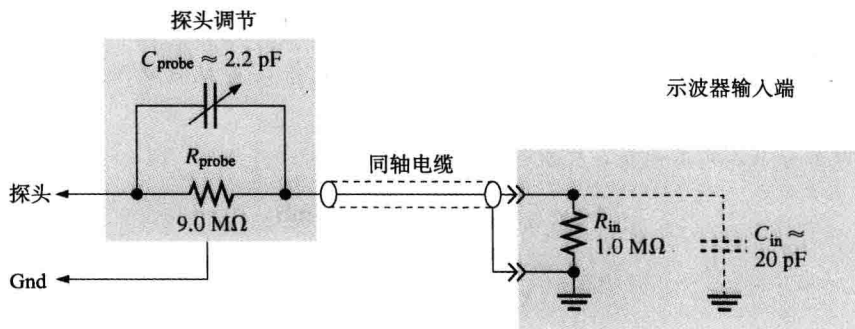

图 10-35 无源示波器探头
由于输入放大器、电缆和杂散电容的影响, 典型的示波器输入端具有约 20pF 的内部电容。在图 10-35 所示的电路中集中归入 C_{in} , 虚线用于提醒这不是物理连接的电容但具有电容的属性。示波器的输入放大器还存在大约 1.0M Ω 的内电阻, 记为 R_{in} , 完整的电路通常有一个探头本身的串联电阻 R_{probe} 和小的可调电容 C_{probe} , 用于调节优化探头/示波器响应。
3. 图 10-35 中，如果 $C_{in} = 15\text{pF}$ ，试问 C_{probe} 应调节为什么值？